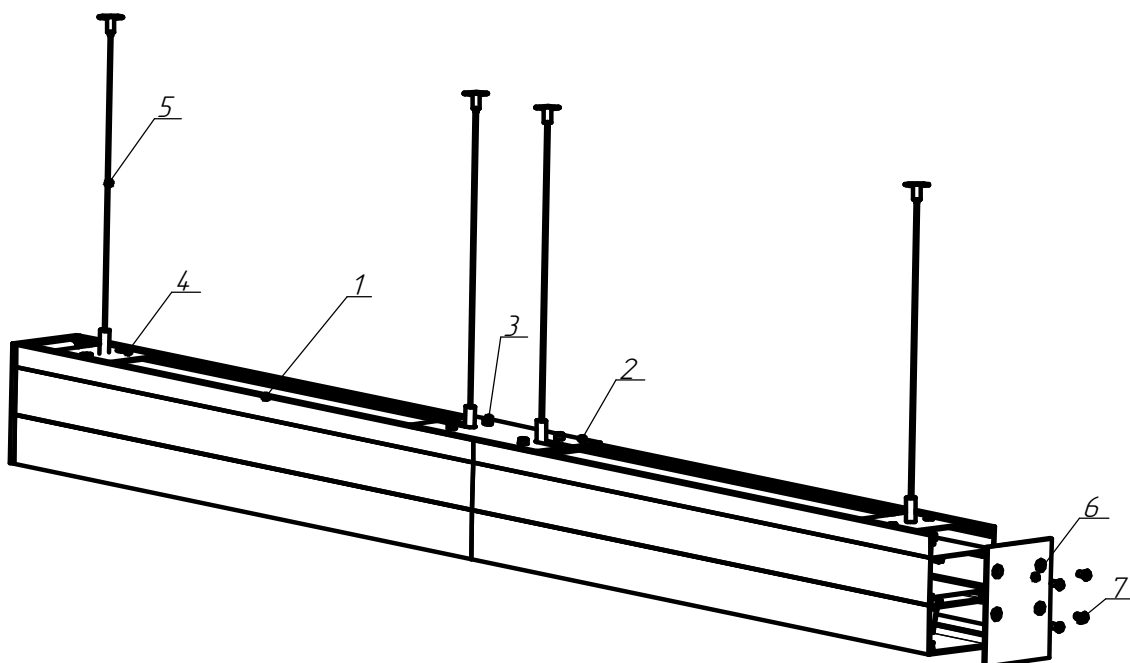

Рисунок 5 - Схема соединения светильников в линию
5.6. **Установка светильников в линию (см. рисунок 5) :**
5.6.1. Для установки светильников в линию необходимо снять торцевые крышки в месте соединения светильников. Затем при помощи пластины соединительной ДПО02 поз.2, винтов поз.3 и пластины подвеса (рисунок 5) соединить светильники. Для светильников ДПО02 Up/Down использовать пластину соединительную ДПО02 Up/Down.